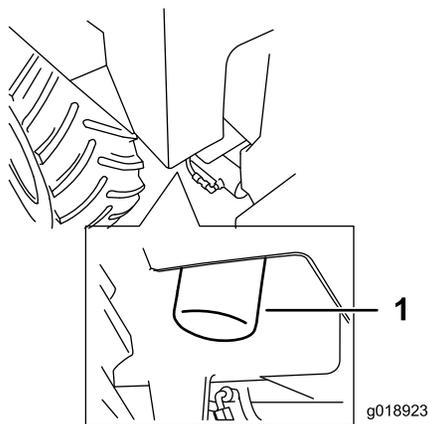

Figure 41
4. Tournez le filtre à huile hydraulique dans le sens antihoraire, retirez le filtre et mettez-le au rebut (Figure 41).